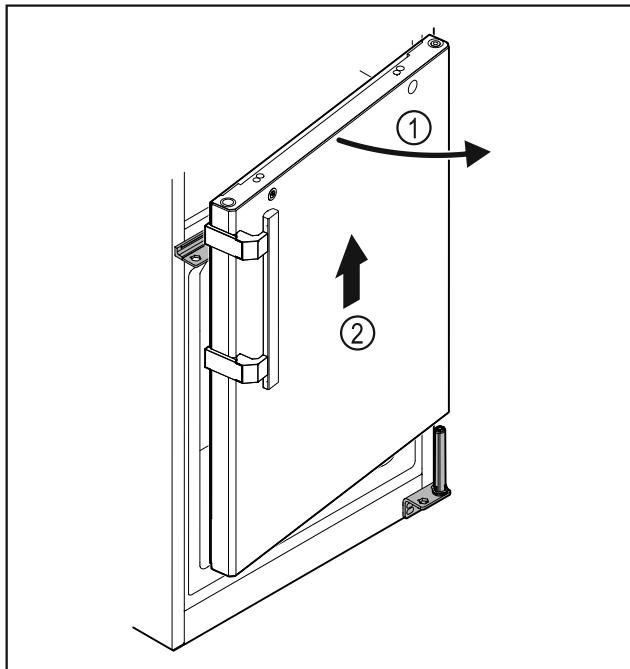

Fig. 33
- 略微打开冰箱门 Fig. 33 (1)，笔直向上提升大约 200 mm 并取下 Fig. 33 (2)。